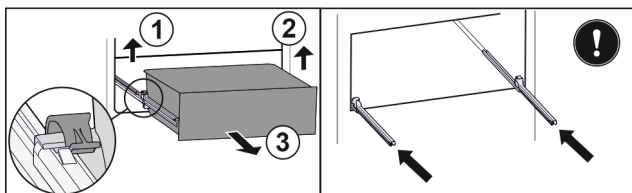

Fig. 157
- ▶ Zvedněte levou svorku a současně vytáhněte zásuvku vlevo dopředu. Fig. 157 (1)
- ▶ Zvedněte pravou svorku a současně vytáhněte zásuvku vpravo dopředu. Fig. 157 (2)
- ▶ Vyjměte zásuvku dopředu. Fig. 157 (3)